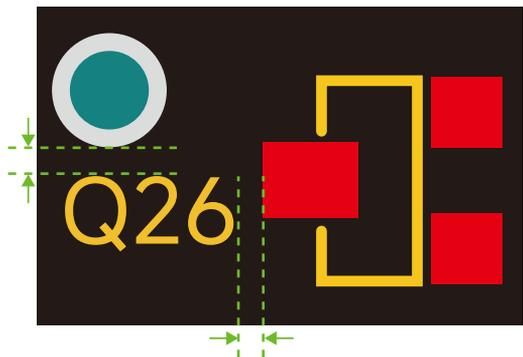

图 7-23 练习题 3 图
3. PCB 字符有网板印刷、字符打印和曝光制作三种常见的制作工艺，不论使用哪一种制作工艺，设计时都应考虑字符的高度、线宽，以及字符到焊盘的距离。为避免实物板字符印在焊盘上，对元器件焊接造成影响，嘉立创建议字符与焊盘的间距（见图 7-23）越大越好，最小间距应尽量不小于以下哪个参数？（ ）